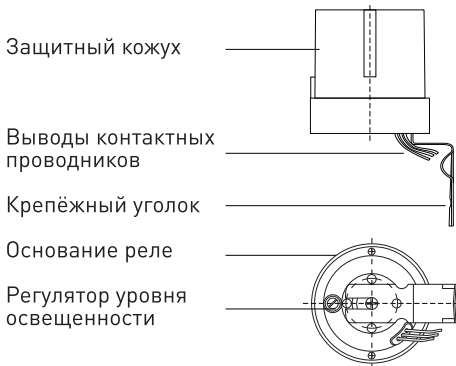

Рисунок 5.
5.7.1 Регулятор «LUX» порога освещенности срабатывания находится на основании корпуса фотореле (рисунок 5). Вращением регулятора установите порог срабатывания фотореле, в зависимости от уровня освещенности окружающей среды. Диапазон регулировки для соответствующей модели фотореле указан в таблице 1.